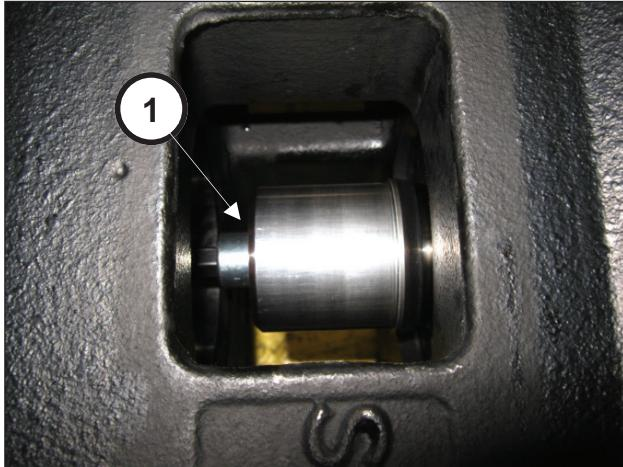

Abb. 36
Betätigen Sie das Ritzel so weit, bis der Mitnehmer des Werkzeugs vollständig in den Ölabstreifring eintritt (Pos. ①, Abb. 36). Setzen Sie die Ritzeldrehung bis zum vollständigen Herausziehen des Ölabstreifring fort (Pos. ①, Abb. 37).